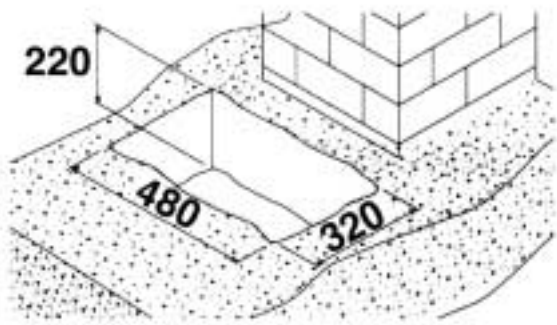
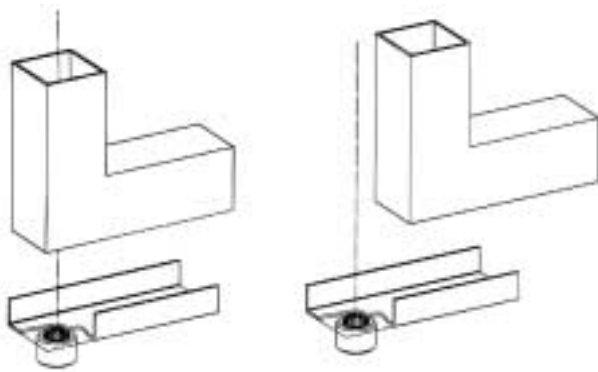

Fig. 2
Fig. 4
È necessario eseguire uno scavo di fondazione le cui dimensioni siano come quelle indicate in fig.2. Per evitare eventuali cedimenti del piano di scavo è consigliabile consolidare la superficie di appoggio della cassetta con del cemento a presa rapida. La cassetta portante va posizionata in piano nello scavo. Assicurarsi che il centro del pignone sia perfettamente allineato con l'asse di rotazione dell'anta (Fig. 4).
- posizionare la boccola sul profilato riferendosi all'asse di rotazione dell'anta (fig. 4)
- saldare con cura la boccola al profilato (fig. 4)
- C - Inserire la staffa guida sul pignone (fig. 4)
It is necessary to excavate foundations of the dimensions indicated in fig. 2.
The support box must be set level in the excavated area. Ensure that the centre of the pinion is perfectly aligned with the axis of rotation of the door (Fig. 4).
- position the bush on the channel, using the axis of rotation of the door as a reference (fig. 4)
- carefully weld the bush to the channel (fig. 4)
- C - Insert the guide slot on the pinion (fig. 4)
Creuser des fondations selon les dimensions indiquées en fig.2. Pour éviter tout effondrement des fondations, il est conseillé de renforcer la surface d'appui du boîtier avec du ciment à prise rapide. Le boîtier est placé dans les fondations. S'assurer que le centre du pignon est parfaitement aligné avec l'axe de rotation du vantail (Fig. 4).
- positionner l'essieu sur le profilé par rapport à l'axe de rotation du vantail (fig. 4)
- souder soigneusement l'essieu au profilé (fig. 4)
- C - Introduire le rail de guidage sur le pignon (fig. 4)
Hierfür ist es erforderlich einen Schacht in den in Abb. 2 dargestellten Abmessungen auszuführen. Um das Setzen des Schachts zu verhindern, sollte die Auflage des Gehäuses mit Schnellzement konsolidiert werden. Das tragende Gehäuse muß eben im Schacht liegen. Sicherstellen, daß die Ritzelmitte perfekt mit der Drehachse des Torflügels (Abb. 4) ausgerichtet ist.
- die Buchse auf dem Profil entsprechend der Drehachse des Tors (Abb.4) fluchten.
- vorsichtig die Buchse an das Profil (Abb.4) schweißen.
- C - Die Führung in das Ritzel (Abb.4) einsetzen.